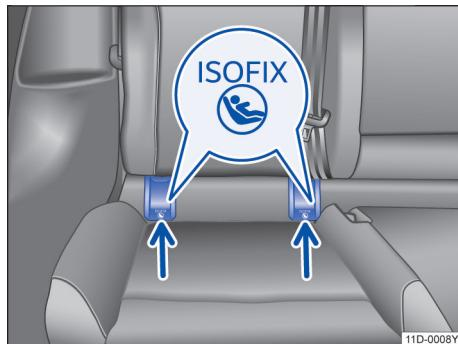

图 33 后排长条座椅的座位上的儿童座椅标准固定点的标记
- 拆下固定点护罩→图 33。
- 沿箭头方向将儿童座椅插入固定环→图 33。直至听到儿童座椅的啮合声。
- 将儿童座椅置于汽车坐垫上，然后将连接带的挂钩挂到固定环上→图 33。
第二排座椅配有两个 ISOFIX 固定环，与车身相连→图 33。